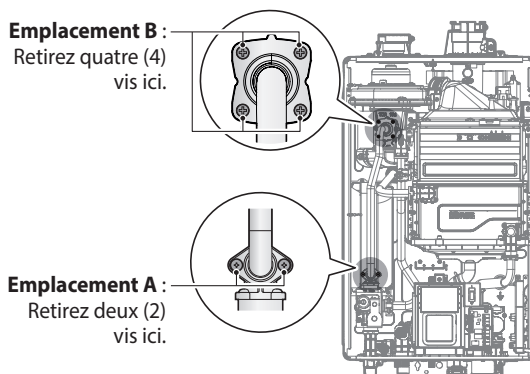

Figure 3. Retrait de la soupape à gaz du tuyau
4. Utilisez un tournevis Phillips pour retirer les 2 vis de l'emplacement A - le raccordement situé sous la soupape à gaz, là où elle est reliée au tuyau. Reportez-vous à la figure 3 à des fins de référence. Une fois les vis retirées, séparez délicatement le tuyau de la soupape à gaz.